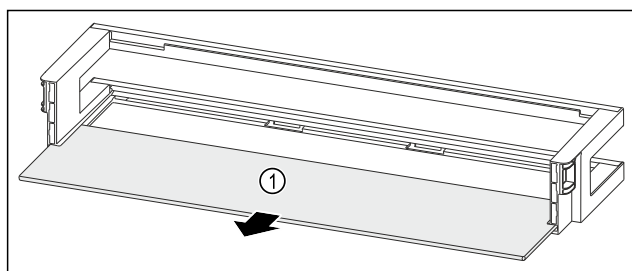

Fig. 136 Raft montat pe ușă cu raft
- Extrageți raftul Fig. 136 (1).